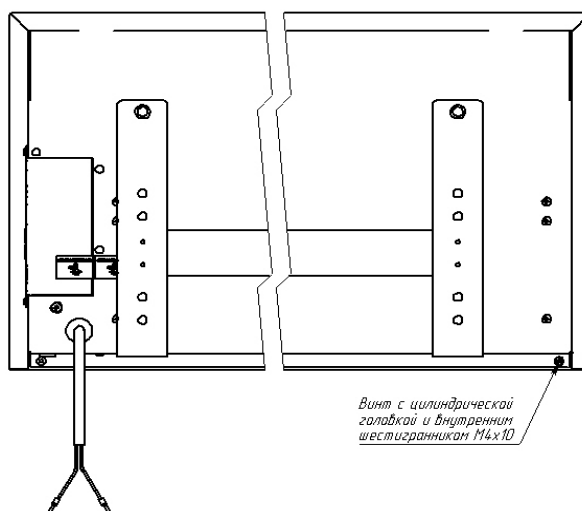

Рисунок 1.
7.1.2. Для удаления пыли внутри обогревателя необходимо снять лицевую панель, для этого следует открутить 2 винта в нижней части обогревателя (рисунок 1). Пыль удалять с помощью пылесоса с насадкой-щеткой.